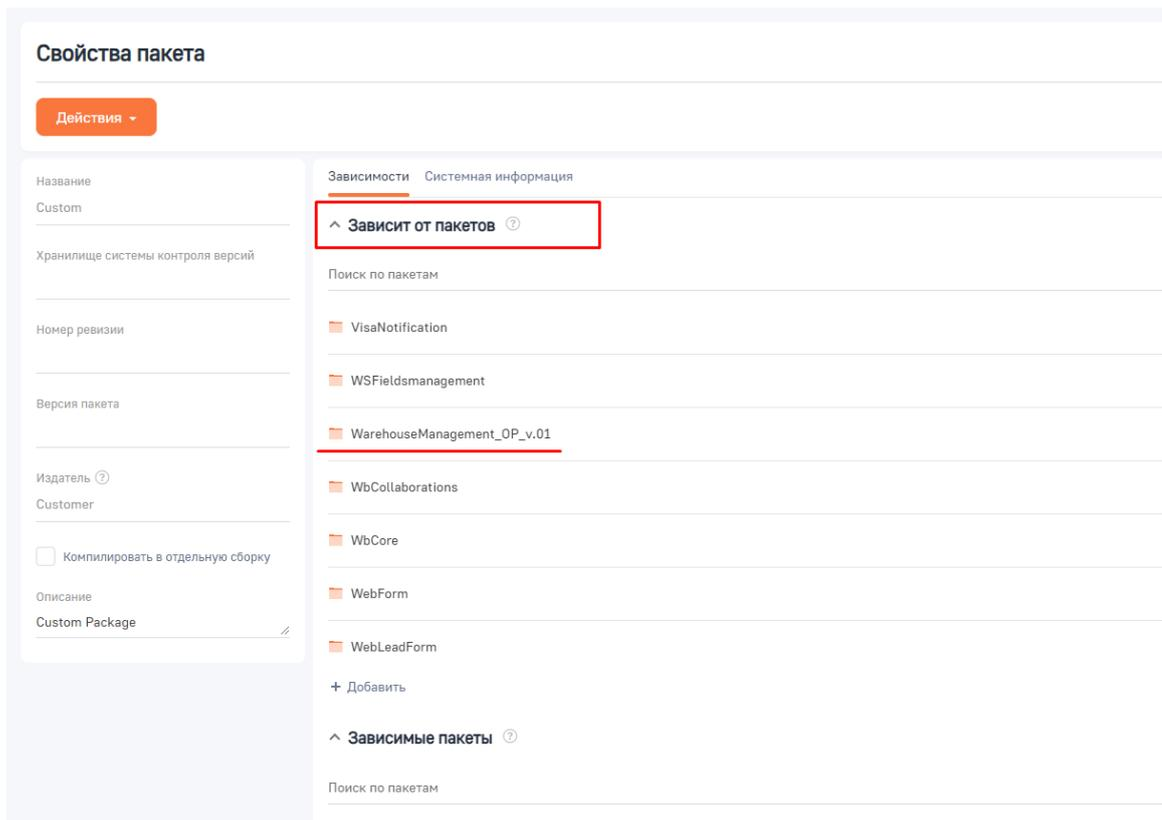

Рис. 1.6. – Установление зависимостей текущего пакета
7. На открывшейся странице в блоке «Зависит от пакетов» добавить установленный пакет (рис. 1.6.).